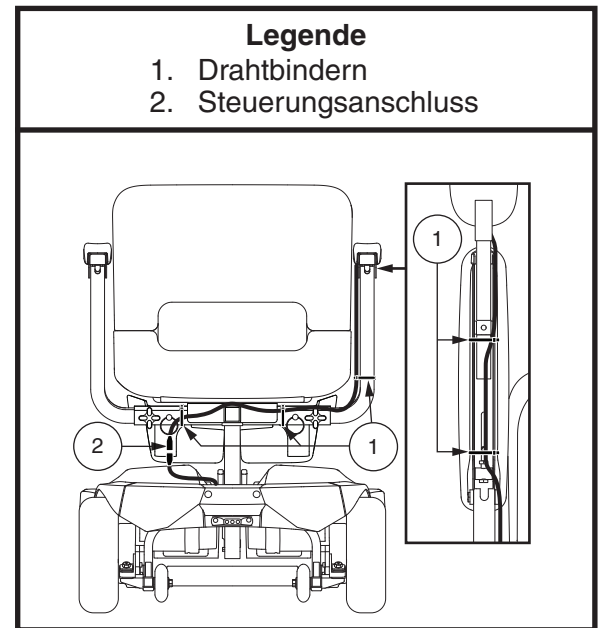

Abb. 5. Sitzeinbau
2. Plazieren Sie den Sitz auf der Sitzstütze. **Siehe Abb. 5.**
7. Wenn gewünscht, das Steuergerätekabel mit den Drahtbindern an der Armlehnenaufnahme sichern. **Siehe Abb. 5.**
Siehe Abb. 5.